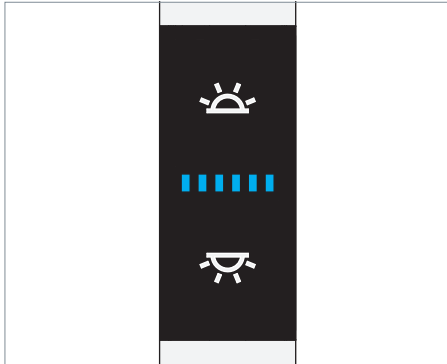

Fig. 12: Bedienelement.
- ▶ Drücken Sie die obere Taste, siehe Fig. 12.
- ▶ Drücken Sie die untere Taste, siehe Fig. 12.
- ▶ Drücken Sie die obere Taste und halten Sie diese Taste gedrückt, siehe Fig. 12. Nach ungefähr einer Sekunde verändert die Leuchte ihre Helligkeit.
- ▶ Drücken Sie die untere Taste und halten Sie diese Taste gedrückt, siehe Fig. 12. Nach ungefähr einer Sekunde verändert die Leuchte ihre Helligkeit.